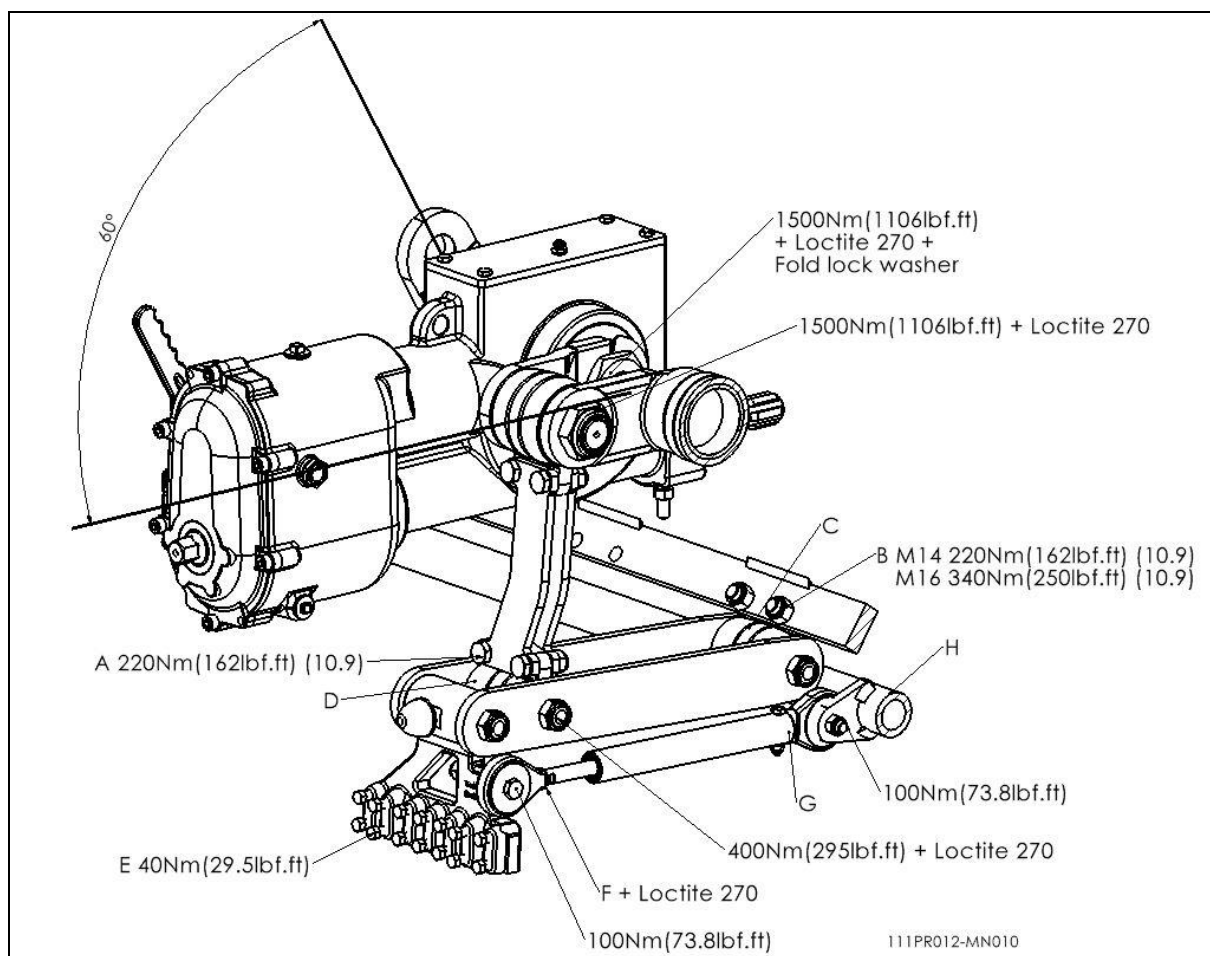

Fig. 8
Vous trouverez à la figure 8 les couples de serrage des boulons / écrous principaux. Vérifiez que les boulons et les écrous dont les couples ne sont pas mentionnés soient serrés de la même manière que les boulons ou écrous similaires. Si les boulons et les écrous deviennent lâches, vous pouvez utiliser de la loctite pour les refixer.
6. Après avoir réinstallé la manivelle et/ou le palier, remettez les pièces en place en respectant l'ordre selon lequel vous les avez démontées. Utilisez de la loctite là où cela est indiqué sur la figure 8.
Si un élément n'est plus aligné par rapport aux éléments contigus, vous pouvez remédier à ce problème de la façon suivante (voir fig. 8):